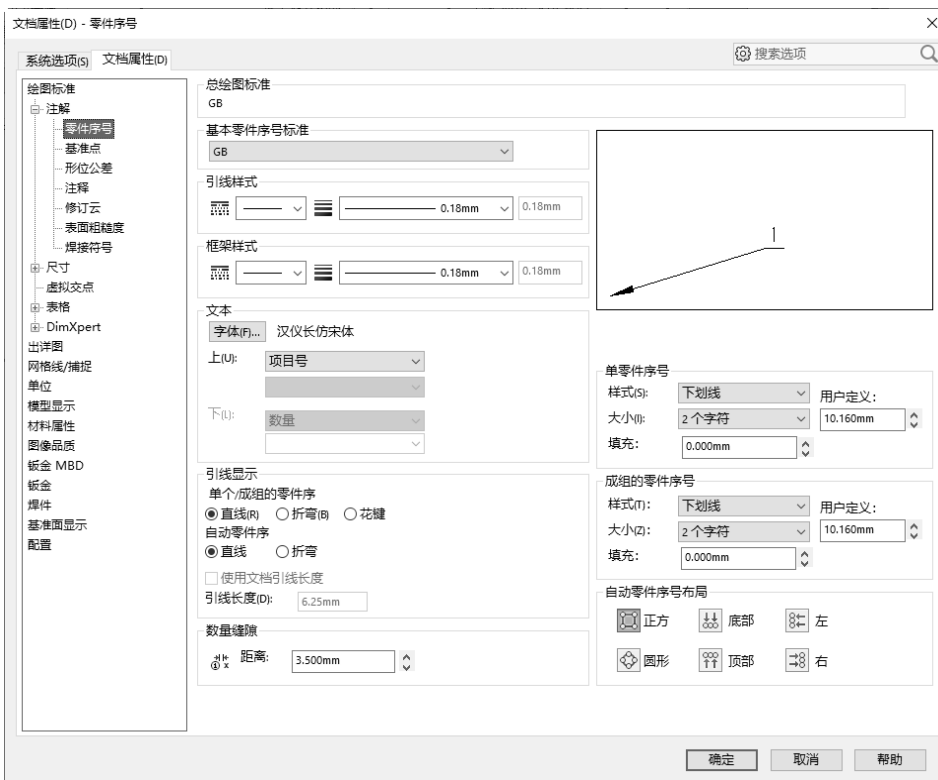

图 1-28 “零件序号”选项设置对话框
- ☑ 设置零件序号。该选项主要用来设置装配图中零件序号的标注样式，即设置单个零件序号、成组零件序号、零件序号文字及自动零级序号布局等。单击“文档属性”选项卡中“注解”选项的下一级“零件序号”选项，根据序号选择各选项的设置，然后单击“确定”按钮即可，如图 1-28 所示。